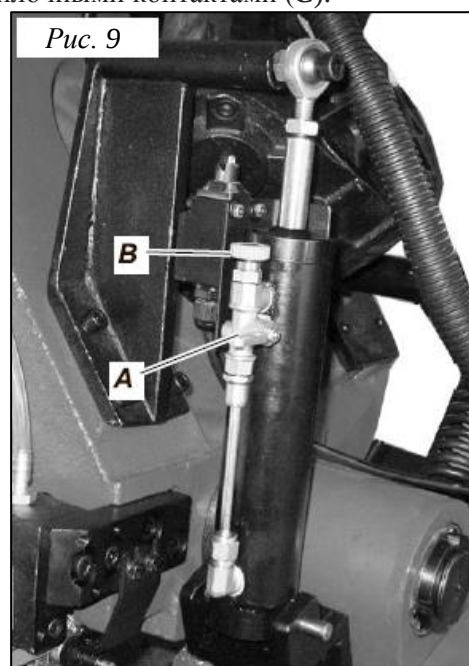

Рис. 9
Зажмите кнопку пружины (S), чтобы вытащить стержень из гнезда. После этого можете вынуть рукоятку соединителя с вилочными контактами (C). Переместите рукоятку в положение ручного управления (C1, рис. 9). Зажмите кнопку пружины (S) и установите стержень в гнездо.